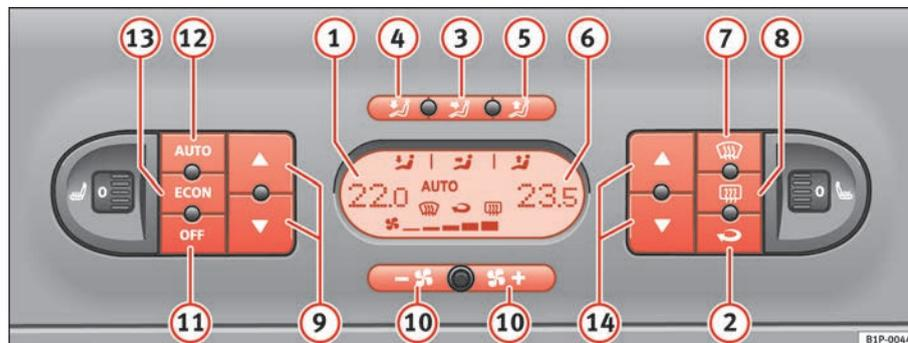

Fig. 112 Mandos del 2C-Climatronic en el tablero de instrumentos
- Para activar el modo manual pulse una de las teclas ⇒ página 157, fig. 112 (3) al (5), la tecla **ECON** o pulse las teclas de la turbina (10). El símbolo **AUTO** desaparecerá del display.
- Pulse la tecla  ⇒ página 157, fig. 112  para conectar o desconectar la recirculación de aire. Está conectada si en el display aparece el símbolo .